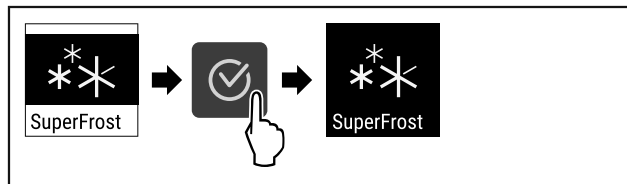

Fig. 93
- ▶ Провести етапи операцій (див. Fig. 93).